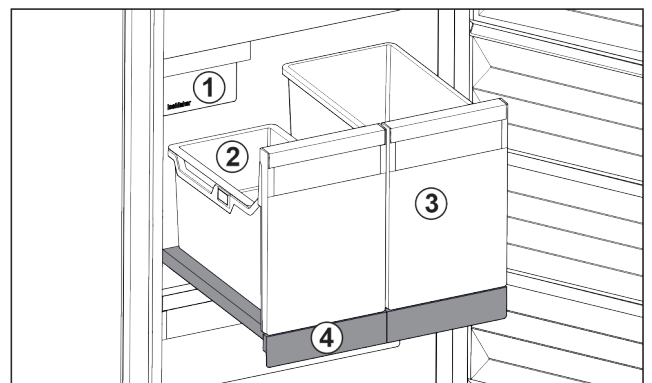

Fig. 32 Uitschuifplateau met IceTower
- (1) IceMaker
- (2) Inhangschalen voor ijsblokjes
- (3) Bakken voor bijv. pizza, alcoholische dranken
- (4) Uitschuifplateau
Op het uitschuifplateau bevinden zich twee hoge bakken (IceTower). In de bak Fig. 32 (2) worden ijsblokjes uit de IceMaker verzameld en bewaard. Bak Fig. 32 (3) is geschikt voor het bewaren van hoge levensmiddelen zoals pizza's of alcoholische dranken.